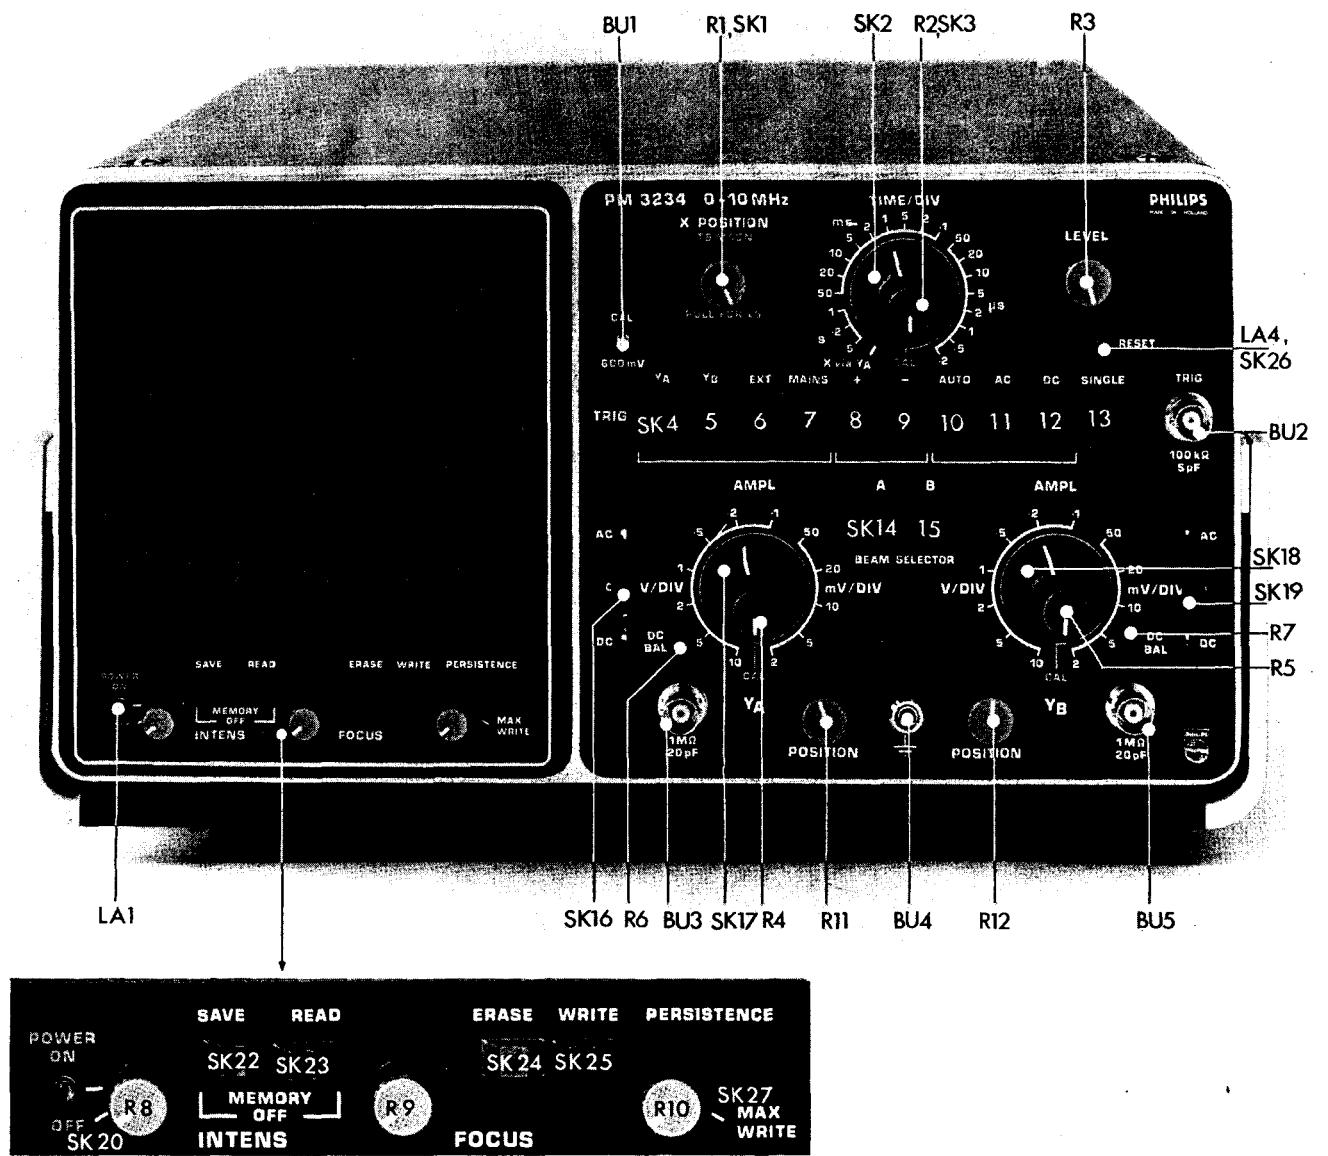

Abb. 2.3. Vorderansicht mit Bedienungsorganen und Buchsen
2.2.1. BEDIENUNGSSORGANE UND BUCHSEN (Abb. 2.3.)